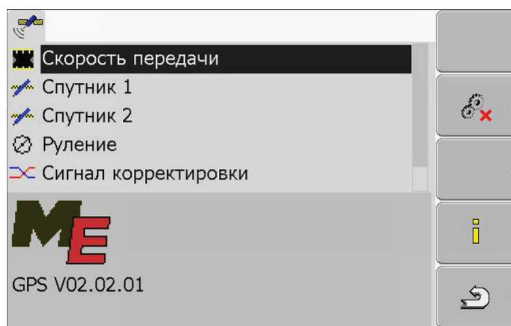

Рисунок 3.16 – Шаблон настройки конфигурации приемника DGPS
1. Перейти к шаблону GPS (рисунок 3.16).